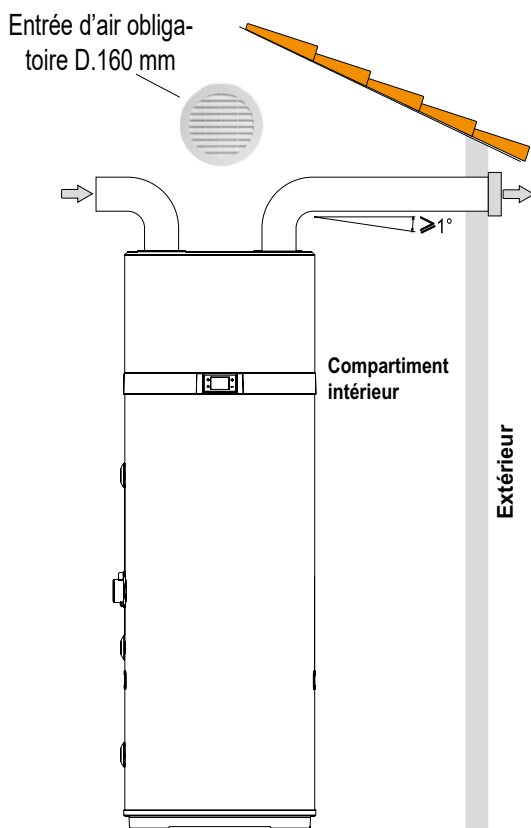

fig. 52 - Exemple de raccordement de sortie d'air
- Réalisez une canalisation d'air spécifique comme indiqué dans le fig. 52.